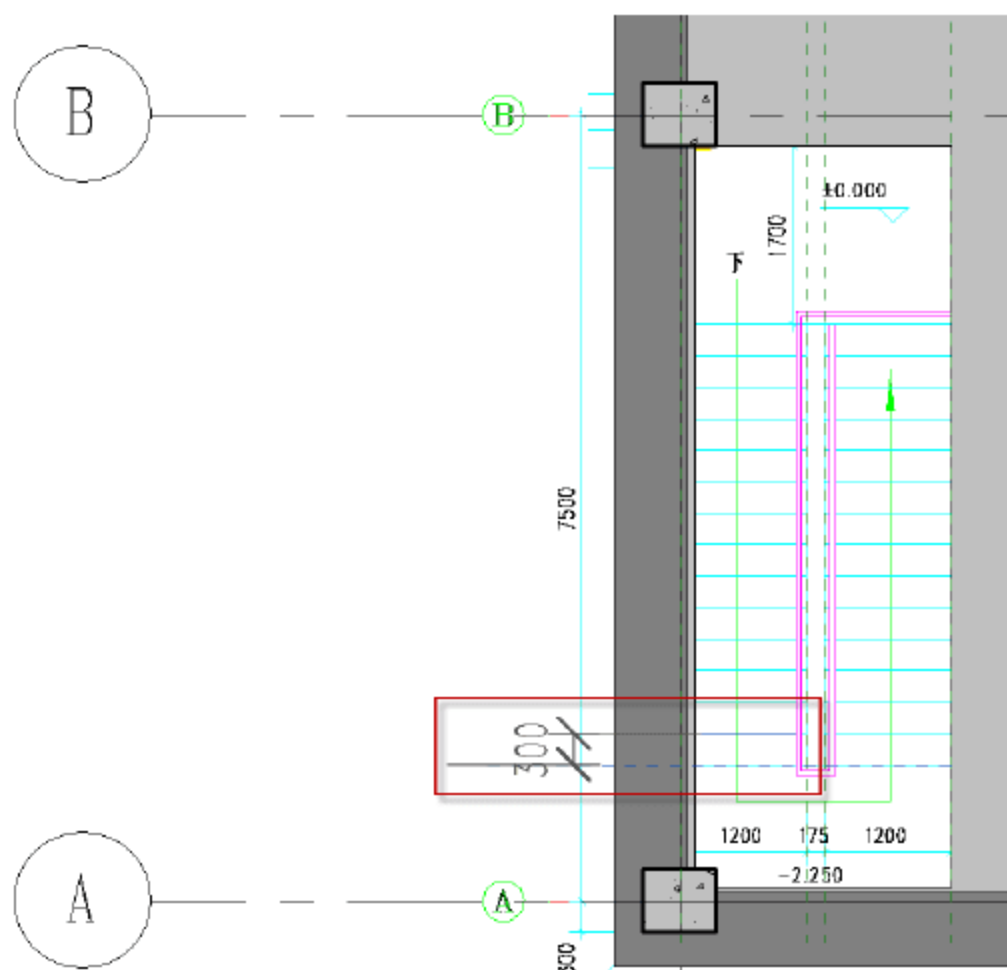

图 11.2.13 测量楼梯踏步尺寸
(9) 测量踏板深度尺寸。按快捷键 **D+I** 测量楼梯实际踏板深度，测得踏板深度为 300 mm，测量完成后按 **Esc** 键完成操作，如图 11.2.13 所示。